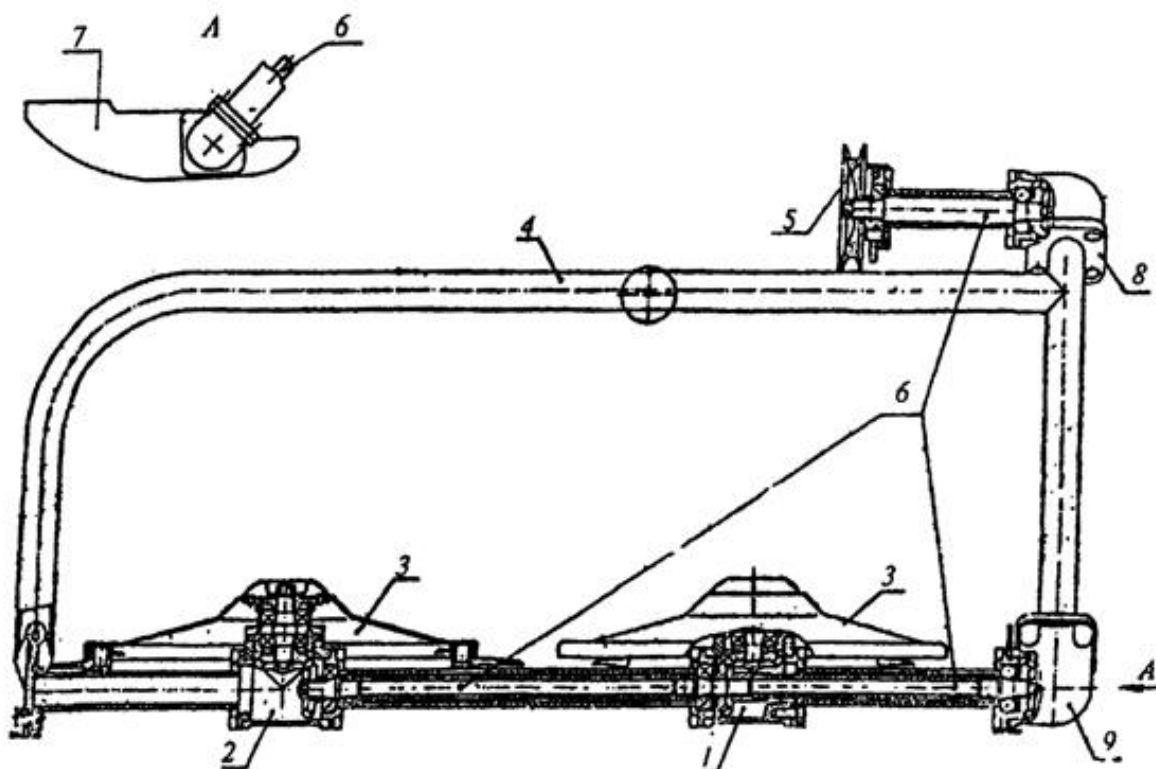
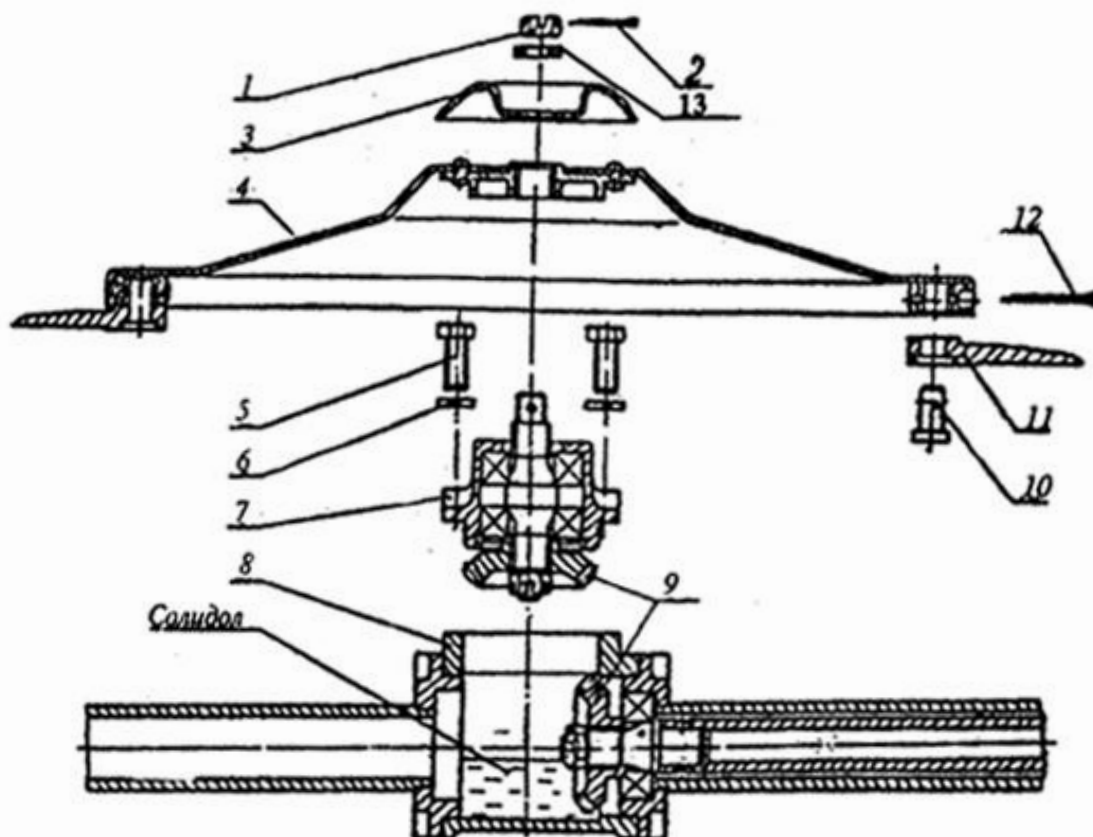

Рис. 1. Роторная косилка
Рис. 2. Режущий диск и его привод
- Общий вид косилки представлен на Рис.1.
- Конструкция режущих дисков и редуктора привода дисков представлена на Рис.2.
- Передача крутящего момента от приводного шкива №5 (Рис.1) к режущим дискам передается с помощью шлицевых торсионных валов №6 (Рис.1) и конических шестерен №9 (Рис.2).
Косилка поставляется в разобранном состоянии, редукторы заправлены смазкой. Необходимо удалить внешнюю консервацию и произвести сборку косилки согласно Рис. 1, 2, 3, 3А, 4 и Фото 1-4.
После первых 30 мин. работы новой косилки необходимо остановить двигатель мотоблока и проверить крепление деталей 1, 2, 10, 11 и 12 (Рис. 2.), а также затяжку крепления деталей косилки. При необходимости — законтрить.
- Для заполнения редуктора привода первого и второго режущих дисков 1 и 2 (Рис. 1.) необходимо расконтрить и отвернуть гайку 1 (Рис. 2.), снять шайбу защитную 3 и диск 4, отвернуть четыре болта 5, снять пружинные шайбы и корпус ведомой шестерни 7.
- Для заполнения верхнего углового редуктора 8 (Рис. 1.) необходимо отвернуть четыре болта крепления редуктора к раме 4, затем снять редуктор 8 вместе с приводом от шкива 5. В полость редуктора добавить 50 см3 смазки EP-0 или солидола ГОСТ 4366-76. Сборку редуктора произвести в обратном порядке.
- Для заполнения нижнего углового редуктора 9 (Рис. 1) необходимо отвернуть четыре болта крепления редуктора к раме 4 и два болта крепления редуктора привода второго режущего диска 2 к раме 4, затем снять нижний угловой редуктор вместе с редуктором 1 и 2. В полость 9 добавить 50 см3 смазки EP-0 или солидола ГОСТ 4366-76.